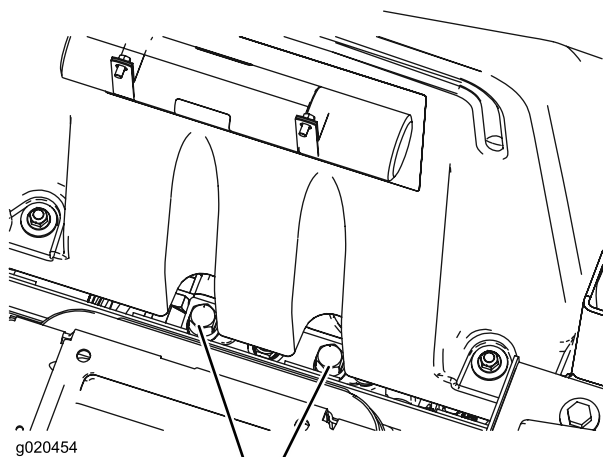

Figura 33
1. Levante el asiento. Las válvulas de desvío están situadas debajo de la parte delantera del depósito de combustible (Figura 33).